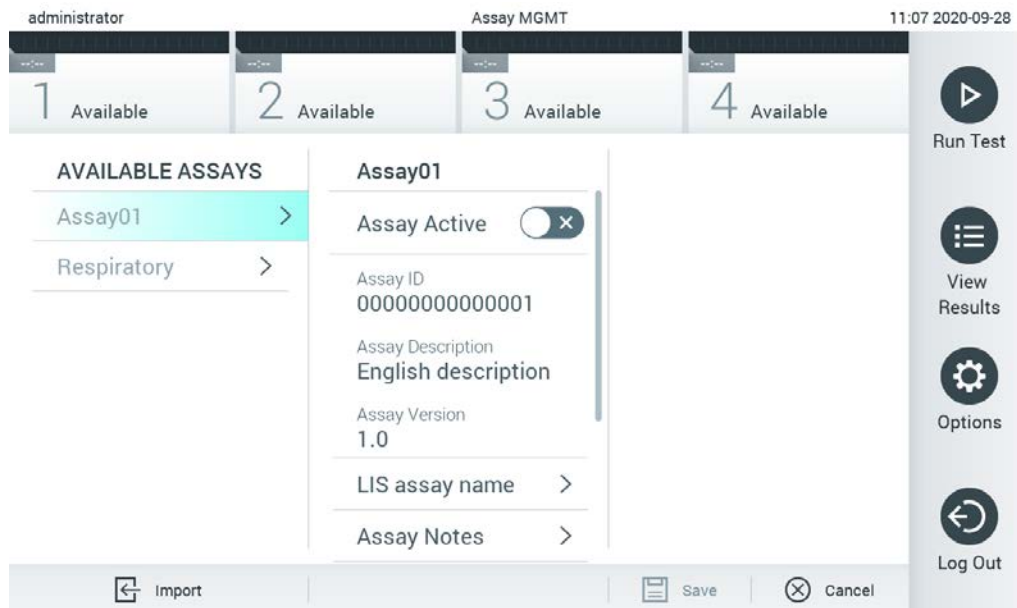

Abbildung 60: Bildschirm Assay Management (Assay-Verwaltung)
2. Drücken Sie zum Importieren des/der neuen Assay(s) in den QIAstat-Dx Analyzer 1.0 auf die Schaltfläche Options (Optionen) und dann auf die Schaltfläche Assay Management (Assay-Verwaltung). Im Inhaltsbereich der Anzeige wird der Bildschirm Assay Management (Assay-Verwaltung) angezeigt (Abbildung 60).